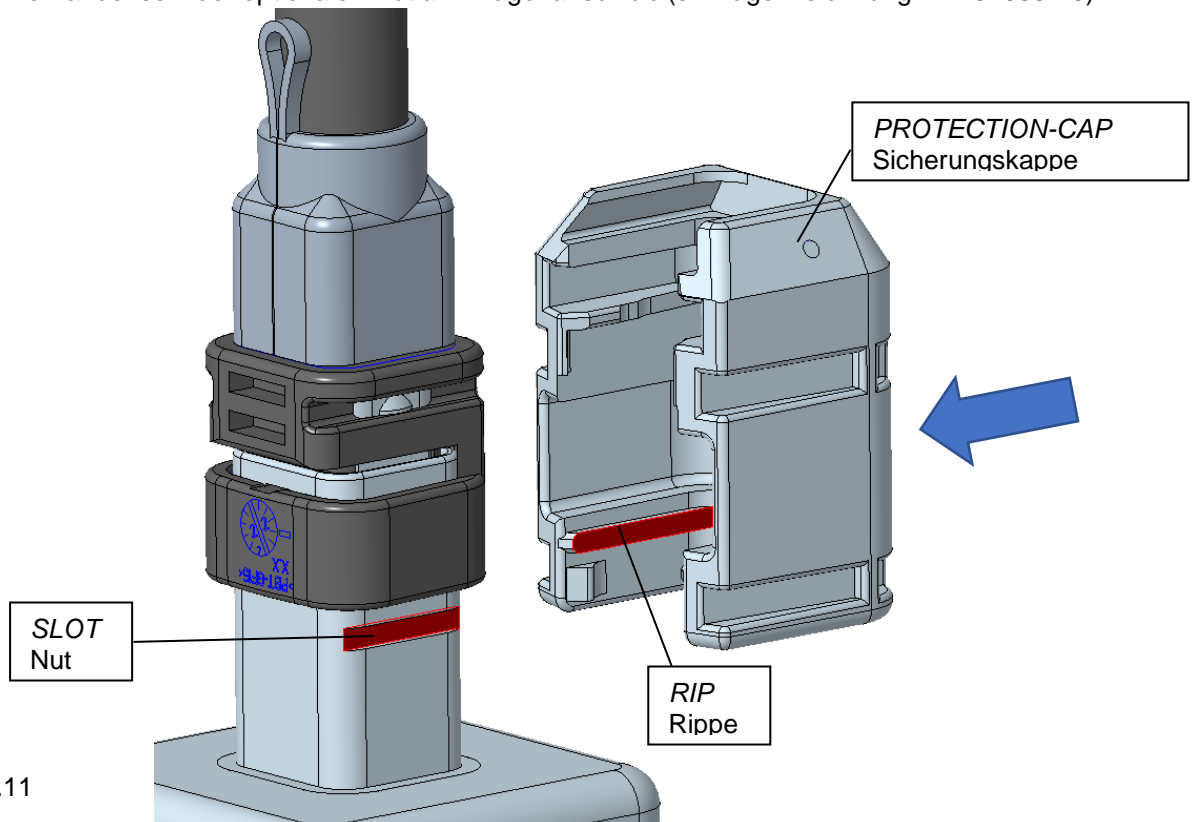
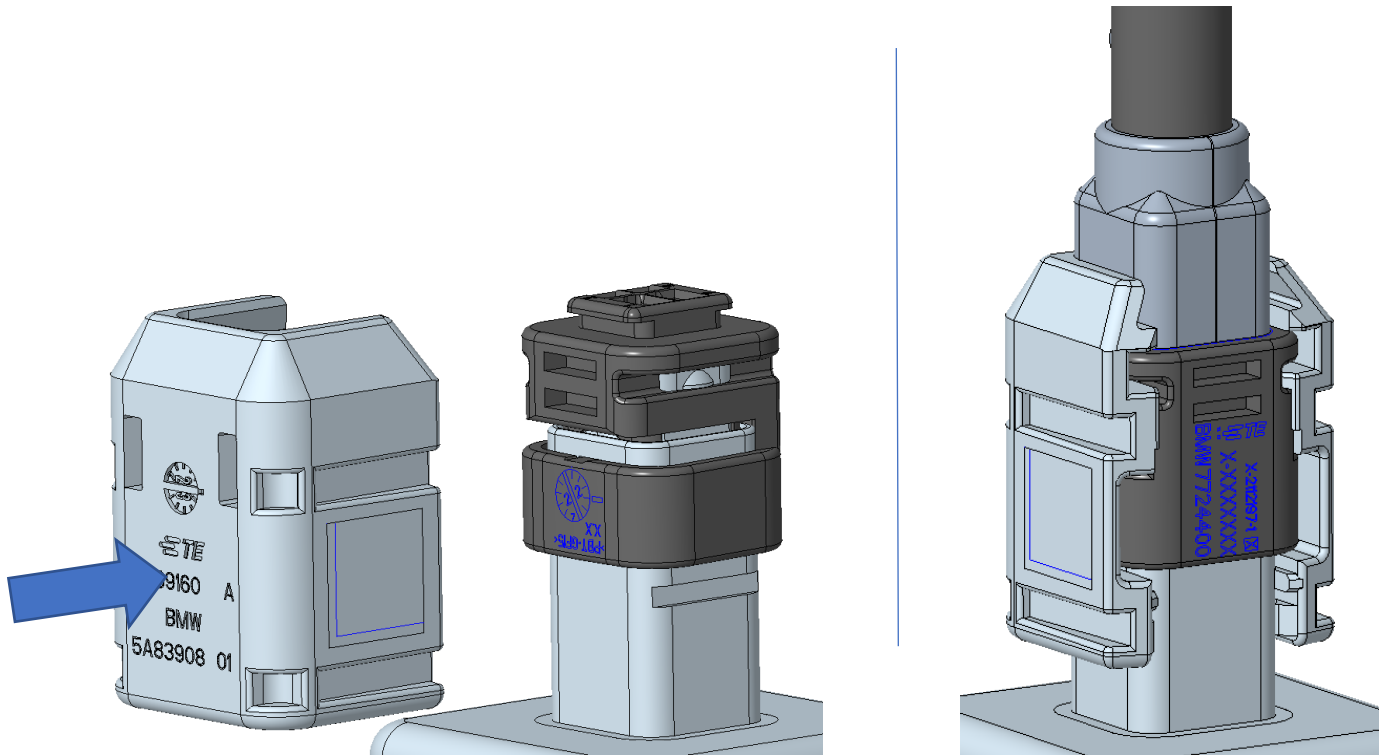

Fig.11
Fig.12
*FOR INCREASING THE RETENTION-FORCE RESPECTIVELY ASSURANCE OF THE MATED CONNECTOR THE SHOWN PROTECTION-CAP (U-CLIP) TE 243160-2 CAN BE MOUNTED – FIG11. IT IS SUITABLE FOR 2-6POS. CONNECTORS TE 2112193 AND TE 2112192. REQUIREMENT IS THE EXISTENCE OF THE SLOT AT THE COLLAR (SEE INTERFACE 114-94000-10).*
Zur Erhöhung der Haltekraft bzw. Sicherung des gesteckten Steckverbinders kann optional die dargestellte Sicherungskappe (U-Clip) TE 2439160-2 montiert werden – Fig.11. Anwendbar ist dies bei den 2-6poligen Steckverbindern TE 2112193 und TE 2112192. Voraussetzung für die Anwendung ist das Vorhandensein der optionalen Nut am Kragenschnittstelle (s. Kragenschnittstelle 114-94000-10).
FOR ASSEMBLING PLACE THE MARKED BOTTOM-SIDED RIP OF THE PROTECTION-CAP AT HEIGHT OF THE COLLAR-SLOT (Fig.11) AND CLIP BY PUSHING. ASSEMBLING CAN ALSO BE DONE FROM THE OTHER DIRECTION – Fig.12.
Zur Montage die markierte bodenseitige Rippe der Sicherungskappe auf Höhe der Kragen-Nut positionieren (Fig.11) und die Sicherungskappe aufclipsen. Die Montage kann optional auch von der anderen Seite erfolgen – Fig.12.